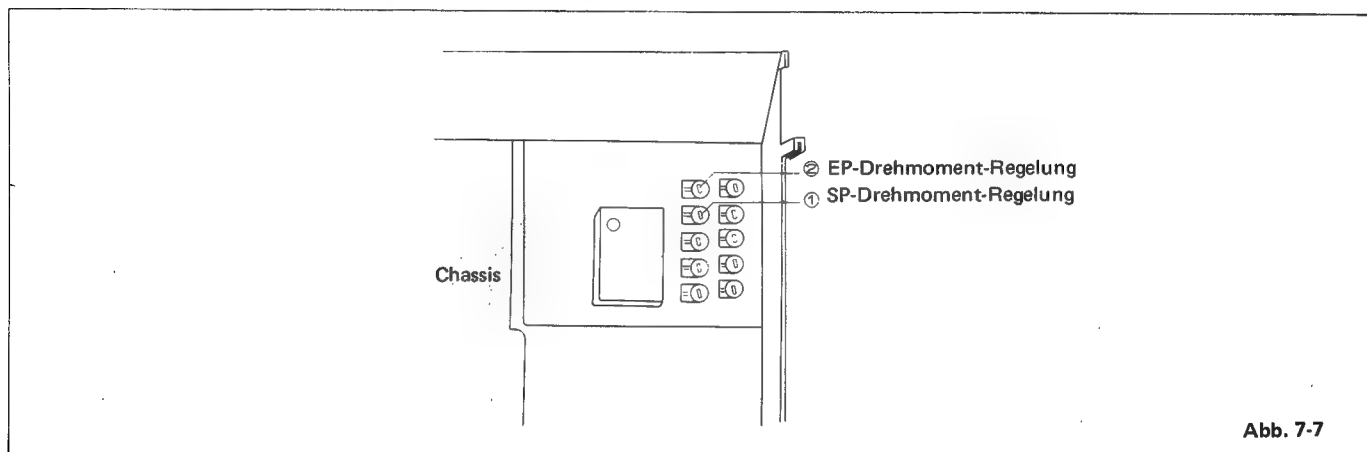

Abb. 7-7
• Einstellung (Siehe Abb. 7-7)